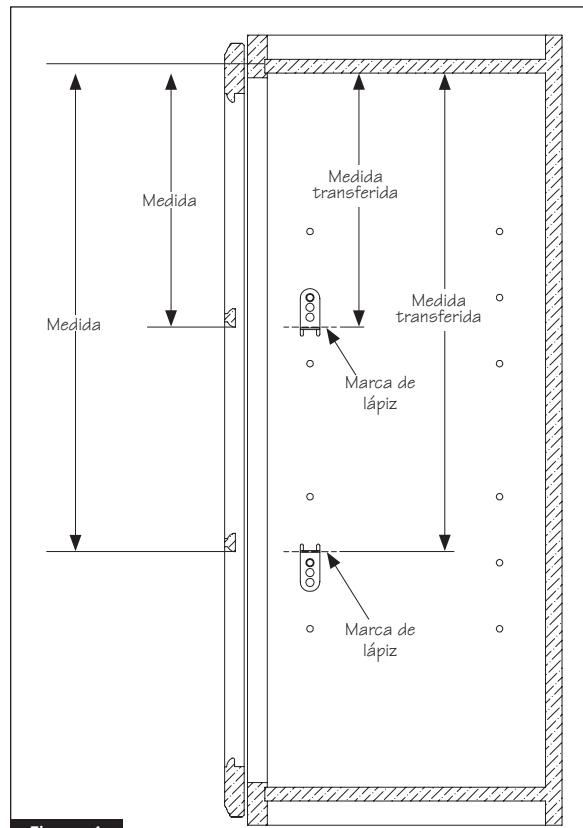

Figura 1
- 2 Mida hacia abajo desde el interior de la parte superior del gabinete hasta la parte inferior de las rejillas de las puertas con entrepaño, como se muestra en la figura 1. Transfiera la distancia desde el interior de la parte superior del gabinete, alineada con los orificios de los sujetadores de repisa en el panel lateral, marcándola con un lápiz como se muestra en la figura 1.
- 4 Si la marca del lápiz se encuentra sobre o bajo un orificio de un sujetador de repisa, es necesario colocar un soporte de repisa ajustable en dicha ubicación. Sostenga la superficie plana de un soporte de repisa ajustable junto a la marca del lápiz, gire y mueva el soporte de repisa ajustable hasta que uno de los orificios para los tornillos quede cerca de un orificio de un sujetador de repisa en el panel lateral, como se muestra en la figura 1.